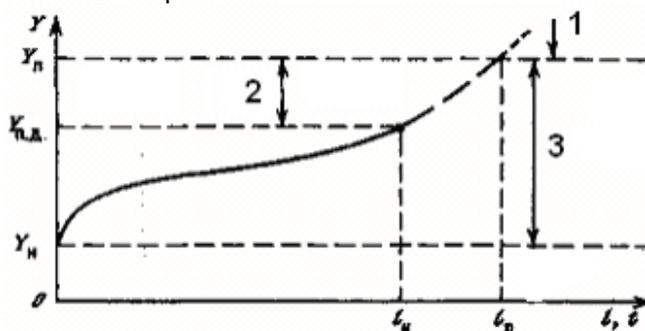

Рис. 1
5. Напишите как называются зоны на рис. 1: